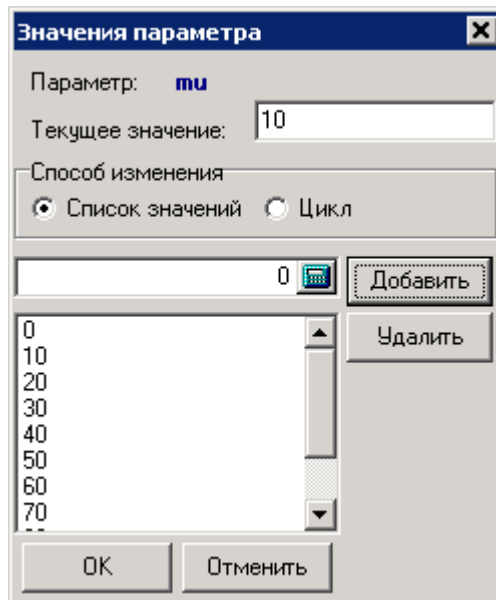

Рис. 2.5. Окно настройки значений параметра
2. В появившемся окне настройки значений параметра введите значения от **0** (система без демпфирования) до **100 Нс/м** (критическая величина коэффициента диссипации, см. **um_gs.pdf**) включительно с шагом **10 Нс/м** (см. рис. 2.5).